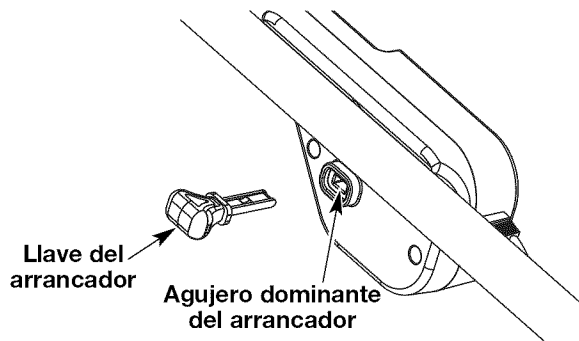

Fig. 4
2. Ponga la llave del interruptor en la ranura de la llave del interruptor (Fig. 4).